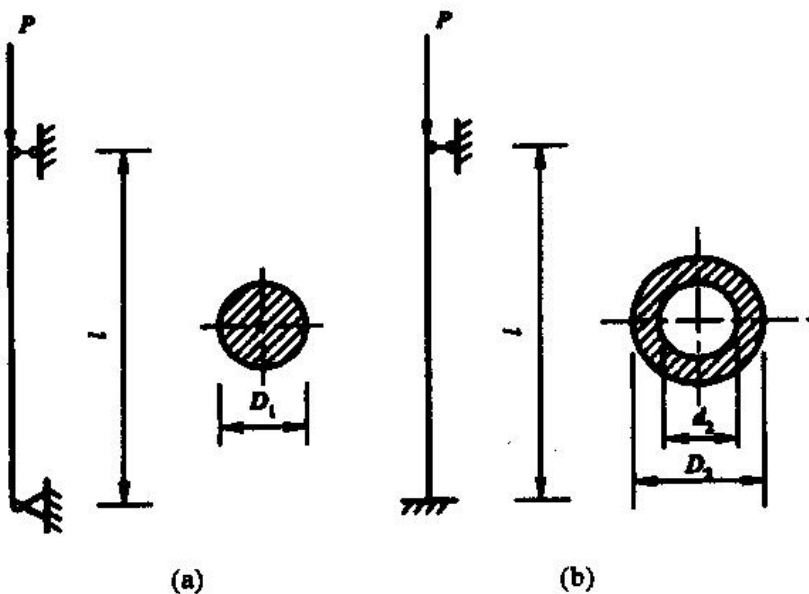

图 12
- (2) 用第三强度理论校核 K 点的强度。(25 分)
5. 图 12 所示两个细长压杆, 其材料、长度和截面面积均相同, B 杆内外径之比 $d_2/D_2=0.6$, 则两杆临界压力的比值是多少? (10 分)